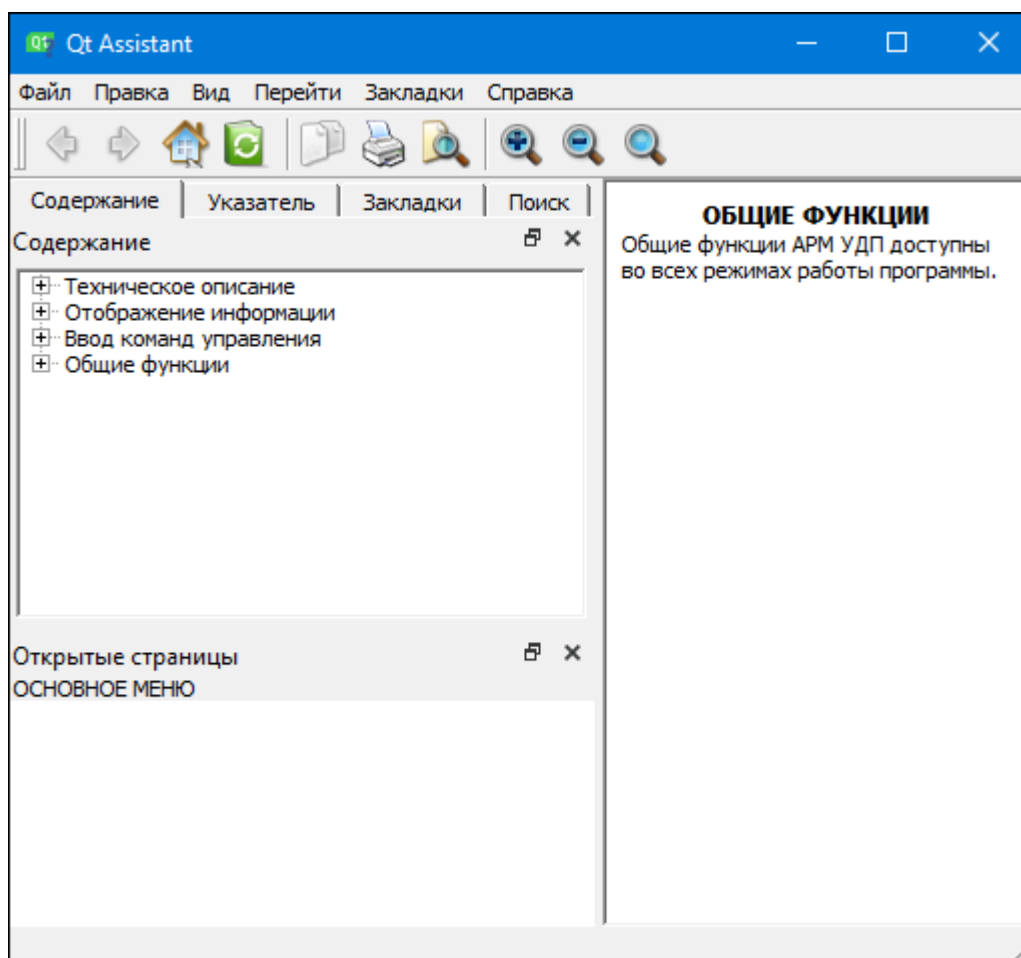

Рис. 3.52 Окно для вывода справочной информации
7. При невозможности реализации команды телеуправления – нарушении зависимостей ЭЦ (Рис. 3.52).